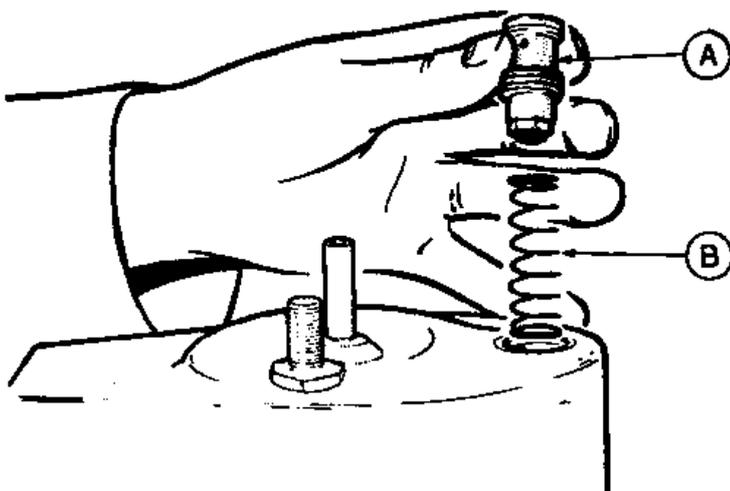

Рис.11.60. Расходный клапан и пружина (Разд.41)
11. Выньте насос из тисков, переверните его и снимите расходный клапан и пружину (Рис.11.60).